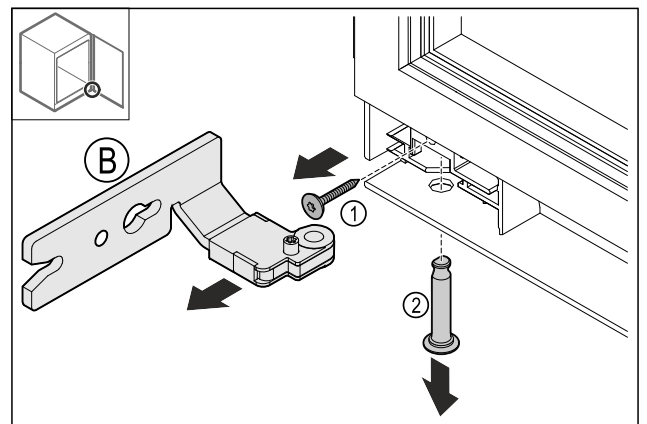

Fig. 16
- Αφαιρέστε τη βίδα Fig. 16 (1).
- ▶ Αφαιρέστε τον πείρο Fig. 16 (2).
- ▶ Αφαιρέστε τον μεντεσέ Fig. 16 (B).